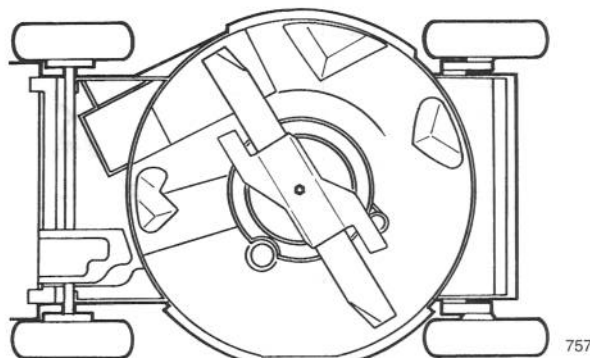

Figure 24
3. Basculer la tondeuse sur son côté droit (Fig. 24). Éviter de faire tourner les lames, ce qui risquerait de créer des problèmes de démarrage.